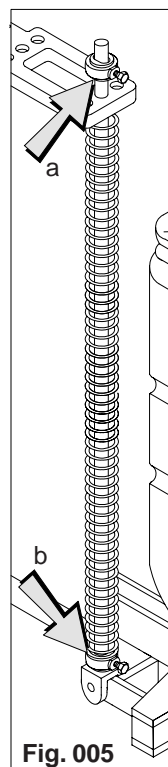

Fig. 005
- 5) Después de regulado el disco doble del abono. Regule la presión de los resortes del disco doble de semilla, subiendo los bujes inferiores (Fig.005 "b") y subiendo también las bujes superiores (Fig.005 "a") para permitir que la varilla baje lo necesario.
Desajuste el buje inferior (Fig.005 "b") y colóquelo aproximadamente a 8 cm de la base. Ajuste bien, colocando todos los bujes a la misma altura.
Los bujes superiores (Fig.005 "a") deberán ser colocados arriba del limitador a la misma distancia usada en los bujes inferiores, para que la varilla pueda descender y así permitir que el disco doble penetre en el suelo. Ajuste de acuerdo con la profundidad requerida por el cultivo.